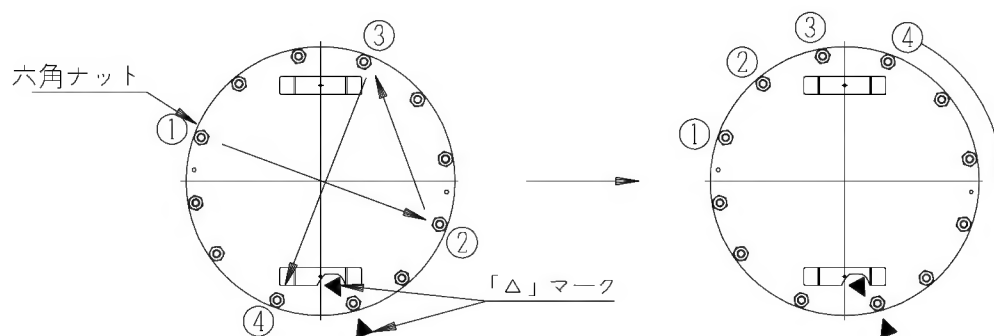

図10-4 六角ナットの取り付け
- ⑥ ろ過タンクフタの六角ナットを以下の手順を参照して締め付ける。
1. 図10-4のように4ヶ所を対角線の順で、軽く力を入れる程度に締め付ける。
3. 12ヶ所すべてに取り付けたあと、図10-4のようにならんでいる順に1個ずつ強く締め付ける。
- ⑦ 配管のバルブ（５ヶ所）すべてを開けて、過電流遮断機（１００Ｖ／２００Ｖ）および本体の漏電ブレーカ（１００Ｖ／２００Ｖ）を入れる。
- ⑧ 本機のコントロールパネルには曜日を示す数字が点滅しているので「確定」キーを押して通常の表示にもどし、「運転」キーを押し、運転を開始する。